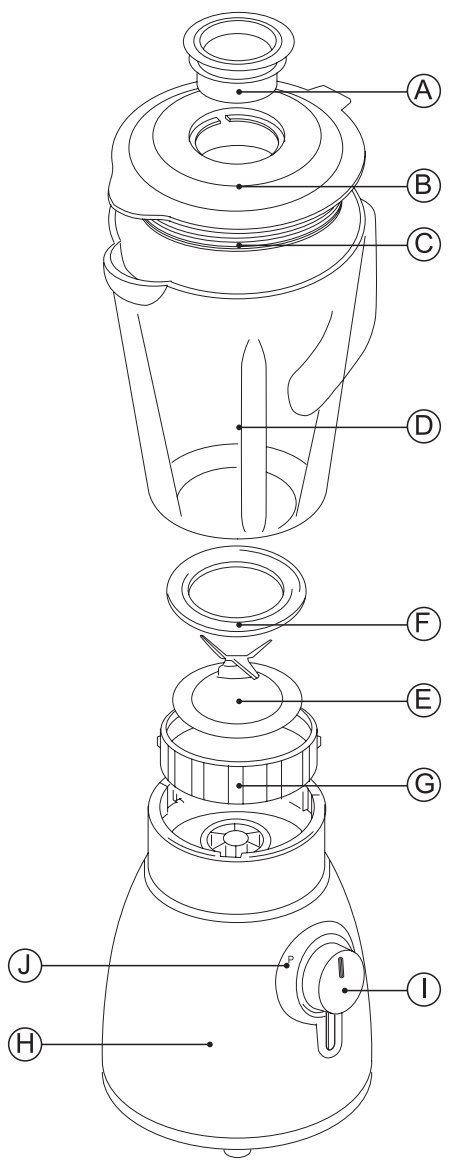

Fig. 1
- Asegúrese de que el aro de fijación de las cuchillas está bien sujeto a la jarra (girándolo en el sentido de las agujas del reloj) antes de colocar en cuerpo motor. (Fig.1).